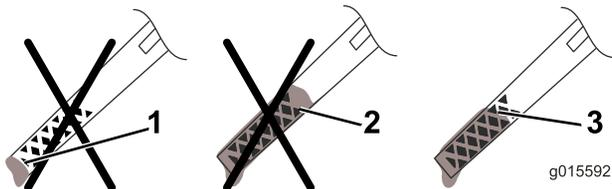

Figure 12
5. Sortez de nouveau la jauge et vérifiez le niveau d'huile (Figure 12).